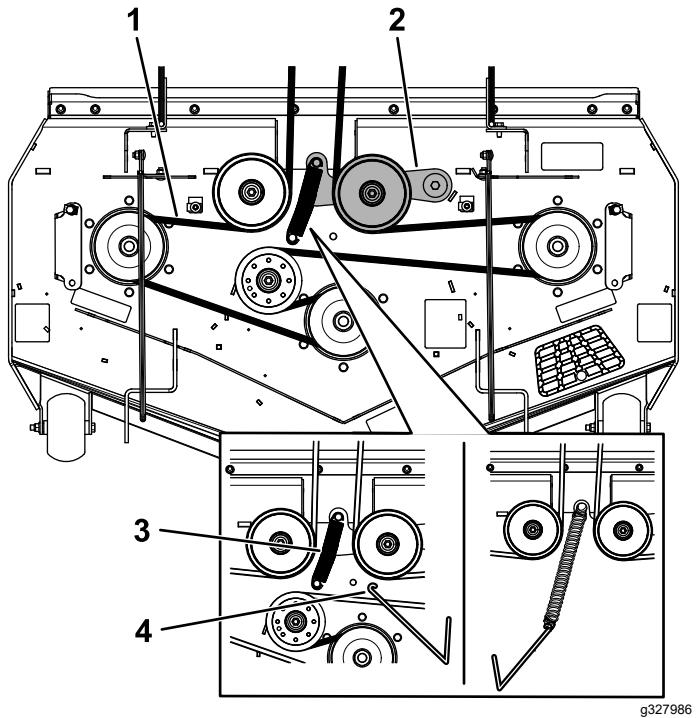

Рисунок 61
- Используя съемник пружин (номер 92-5771 по каталогу Toro), снимите пружину натяжного шкива с крюка деки, чтобы снять натяжение с натяжного шкива (Рисунок 61).
- Наденьте новый ремень на шкивы газонокосилки (Рисунок 61).
- Зацепите пружину натяжного шкива за штырь деки (Рисунок 61).